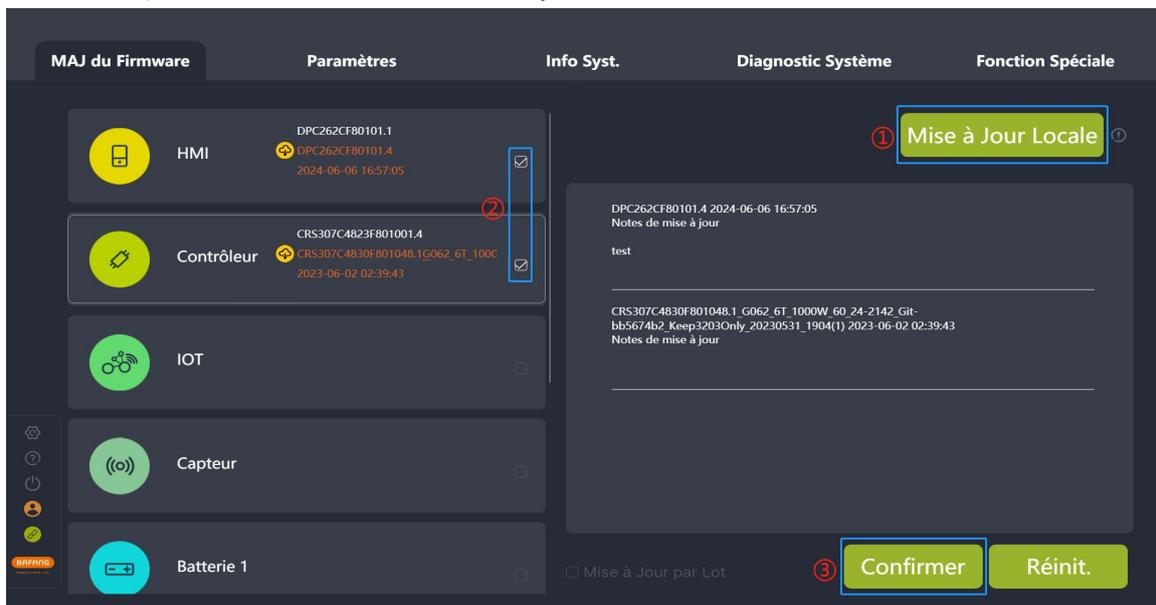

Fig. 4-13 Mise à jour locale
- (1) **S'il s'agit d'une mise à jour locale** : Cliquez sur "Mise à Jour Locale". Après avoir sélectionné plusieurs firmwares à mettre à jour dans la zone locale, cochez les composants à mettre à jour (Fig. 4-13).